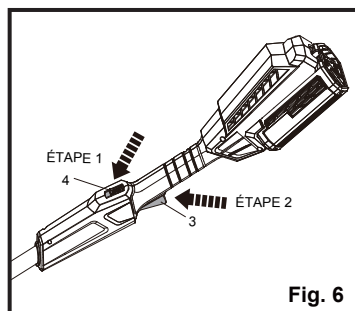

Fig. 6
Le commutateur On/Off (Marche/Arrêt) (voir Figure 6)
- Poussez vers l'avant l'interrupteur de verrouillage (4) et maintenez-le dans cette position (Fig.6, étape1).
- Appuyez sur le commutateur marche/arrêt (on/off) (3) pour mettre l'appareil sous tension (Fig. 6, ÉTAPE 2). Vous pouvez ensuite relâcher l'interrupteur de verrouillage.